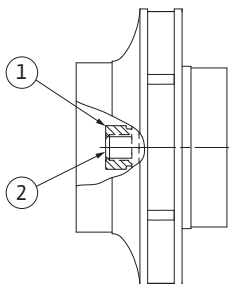

Fig.50: Poziția corectă a piuliței rotorului după montaj
29. Fixați arborele (a se vedea pasul 24) și piulița rotorului cu cuplul prevăzut (a se vedea Tab. 2 „Cupluri de strângere ale șuruburilor”). Piulița (Fig. 50, Poz. 1) trebuie să fie aliniată aproximativ $\pm 0,5$ mm cu capătul arborelui (Fig. 50, Poz. 2). Dacă aceasta nu este aliniată, desfaceți piulița și repetați pașii 25 la 29.